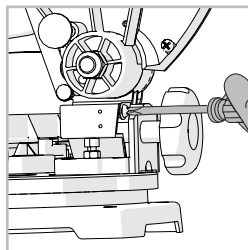

Fig. 10
- Desserrez la vis de l'indicateur de biseau en utilisant un tournevis Phillips No.2 (**Fig. 10**).